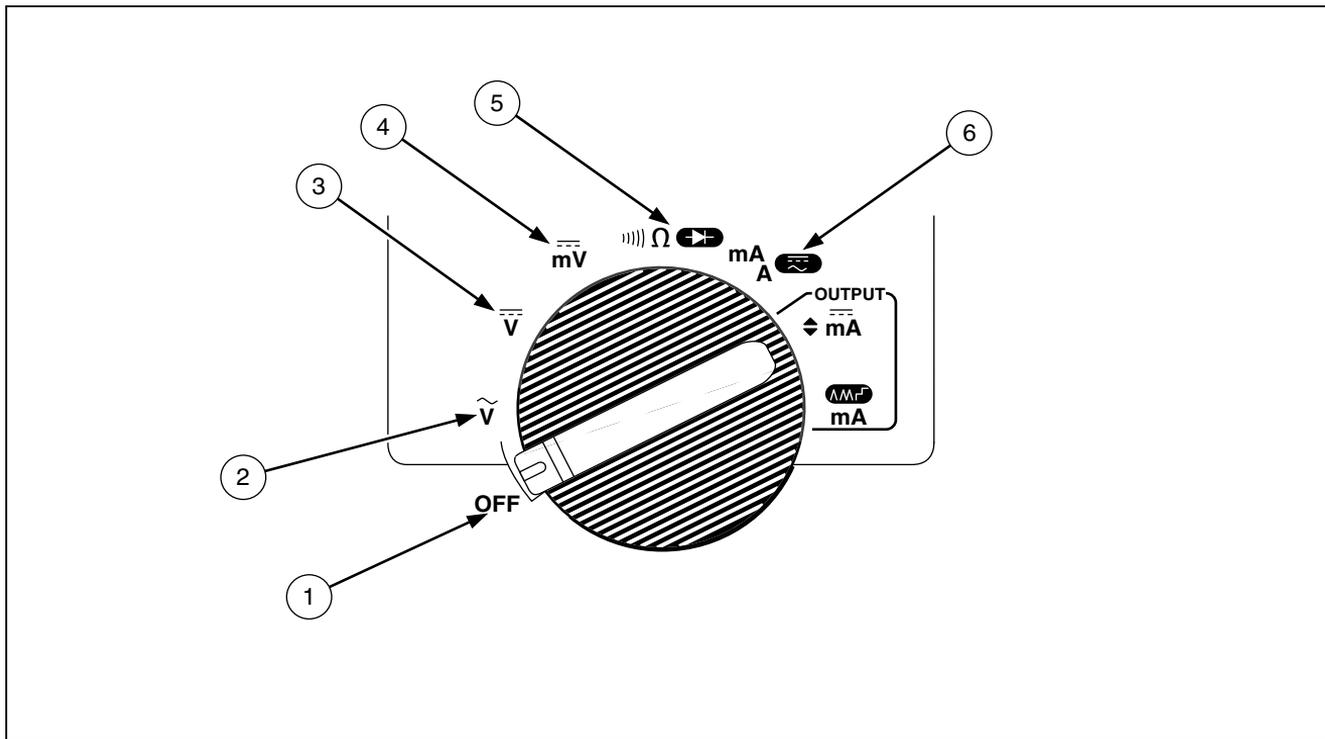

Figura 3. Posições do comutador rotativo para medidas
- Figura 3 e Tabela 3 descrevem as funções de entrada das primeiras cinco posições do comutador rotativo.